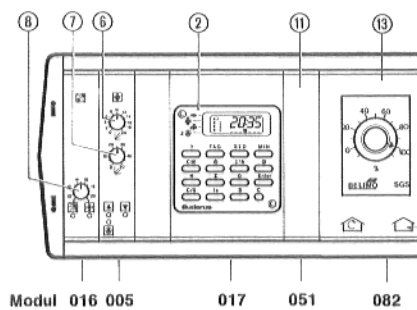

Abb. 18 – LW 33.. (Teilansicht)
Die Schaltkastenreihe LW 33 .. kann mit dem Modul 082 „Regelbare Mischluft“ nachgerüstet werden (5.2.1 – Abb. 18).
Schaltkasten LW 33.. – Umbau des Moduls 082 – Mischluftregler ⑬ (Abb. 18).